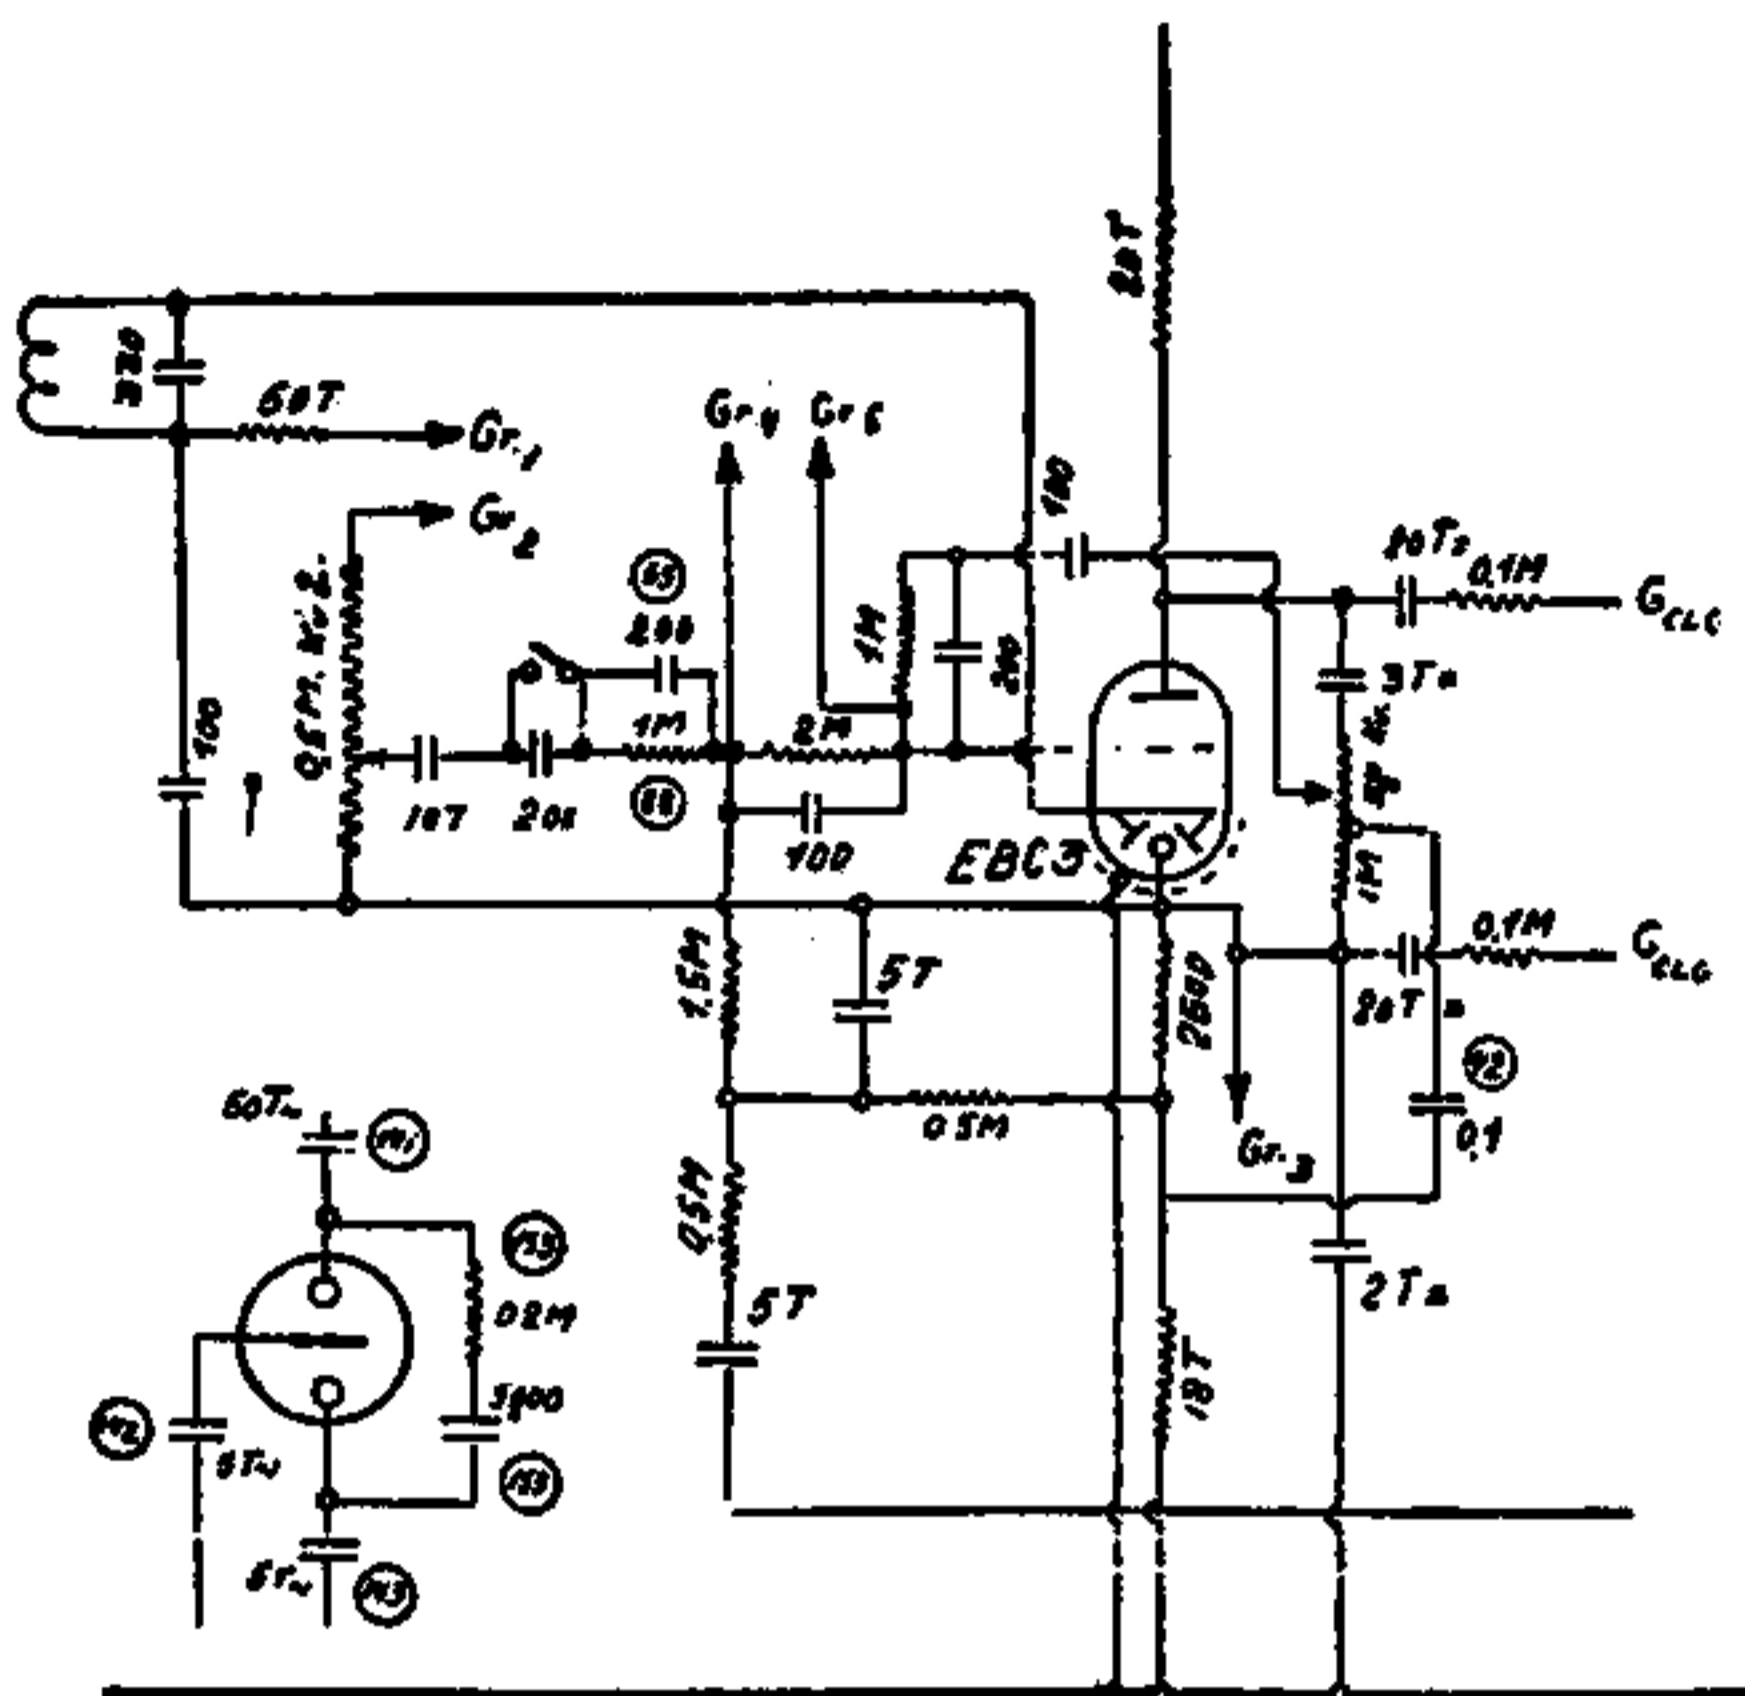

Fig. 12
Fig. 12 for Radiogramfonskabene. — Kondensatoren (42) er ligeledes her ført til Udtaget paa Katodemodstanden.